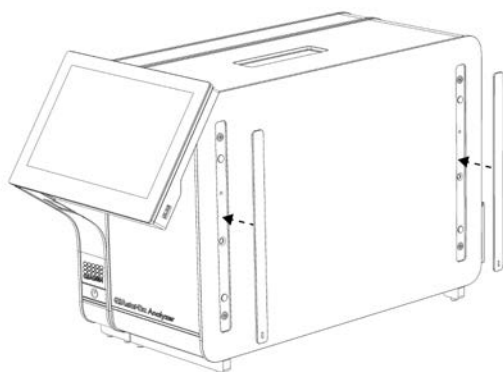

Figura 7. Recolocação das tampas protetoras.
4. Volte a colocar as tampas protetoras na parte lateral do módulo analítico (Figura 7, página seguinte).